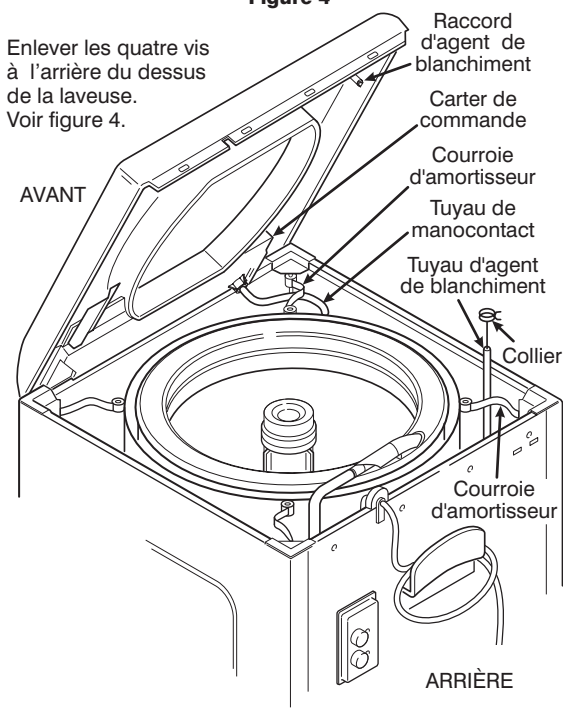

Figure 5
6. Se reporter à la figure 5. Lever davantage le bord du couvercle de la laveuse et dégager avec précaution le tuyau du manocontact du raccord de carter de commande.
2. Installer le tuyau de manocontact de façon qu'il passe par le côté avant de la courroie d'amortisseur, puis l'engager sur le raccord de carter de commande. Voir figure 5.
3. Glisser le collier sur le tuyau d'agent de blanchiment. Installer le tuyau de façon qu'il passe par le côté avant de la courroie d'amortisseur, puis l'engager sur le raccord d'agent de blanchiment, dans le dessus de la laveuse. Installer le collier. Voir figure 5.